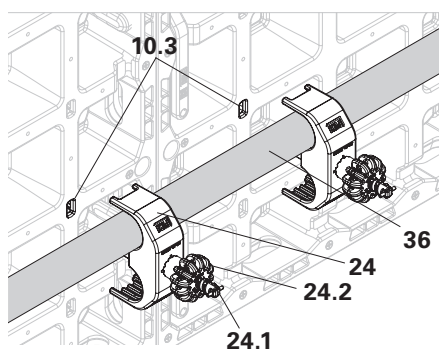

Fig. A3.11a
1. Placer la fixation pour tube DUO (24) sur le tube d'acier (Ø 48 mm) (36).
2. Accrocher la fixation pour tube DUO (24) avec la vis d'ancrage transversal (24.1) dans un point de fixation (10.3) du panneau et tourner la vis d'ancrage transversal (24.1) de 90°.
3. Serrer la fixation pour tube DUO à l'aide de l'écrou DW 15 (24.2). (Fig. A3.11a)